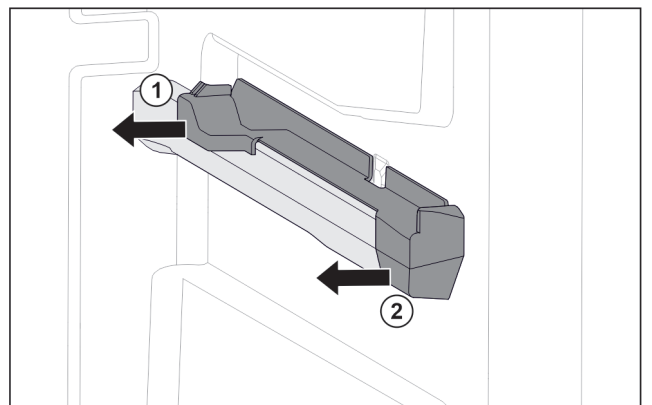

Fig. 113 右侧容器肋梁上的插装件
- ▶ 将插装件后部拉到一侧。 Fig. 113 (1)
- ▶ 将插装件前部拉到一侧。 Fig. 113 (2)